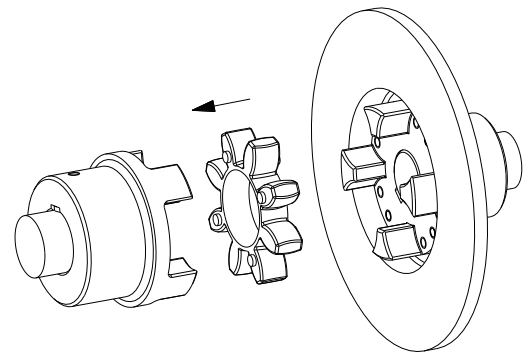

Рис. 10: Монтаж зубчатого венца
- Вставьте зубчатый венец или в зону кулачков ступицы (см. рис. 10).